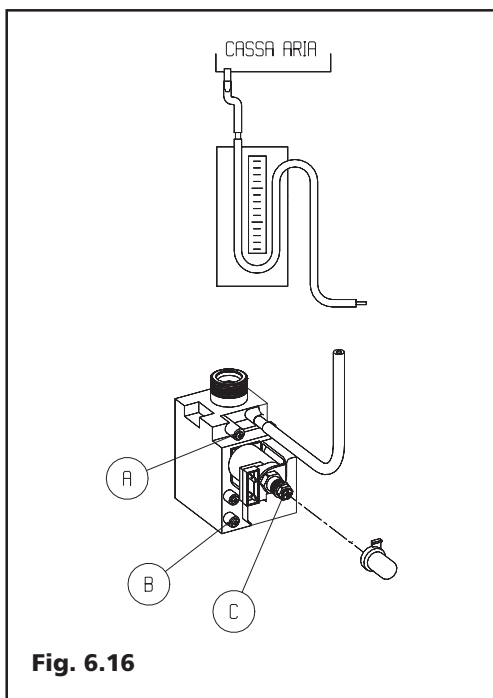

Fig. 6.16
- collegare il manometro sulla presa di pressione (B) a monte della valvola gas;
- scollegare il manometro e chiudere la presa (B).
6.7 Taratura delle pressioni al bruciatore (Fig. 6.16)
- collegare un capo del manometro alla presa di pressione (A) a valle della valvola del gas e l'altro alla presa di compensazione sulla cassa aria (solo C.S.I.);
- togliere il cappuccio di protezione della vite di regolazione del minimo (C).